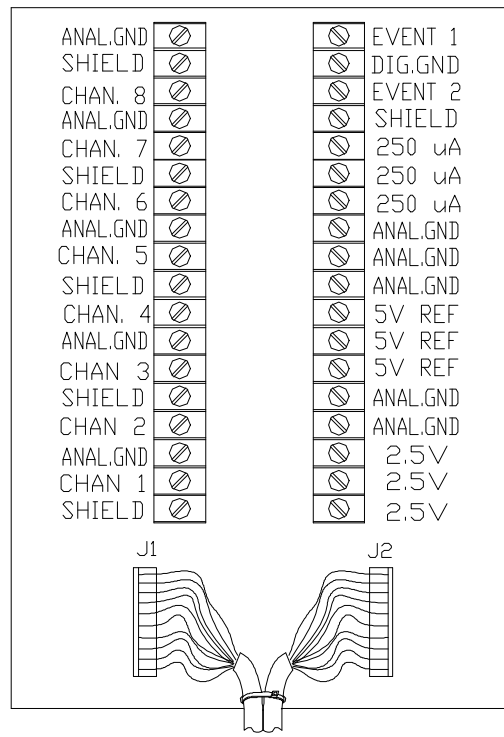

Figure 4. **TS-AIS/DIN**: terminal à contacts de 36 vis, montage DIN.
- 1 terminal à contacts **TS-AIS/DIN** au montage DIN (voir Figure 4 ci-dessous) entrées et sorties analogiques du AIS, compteurs
Pour les PDAS-II avec l'option **TS-AIS/DIN** référez à la Figure 4 pour le raccordement des entrées et sorties analogiques. Notez que ce terminal à contacts se raccorde au connecteur AMP CPC à 28 aiguilles.